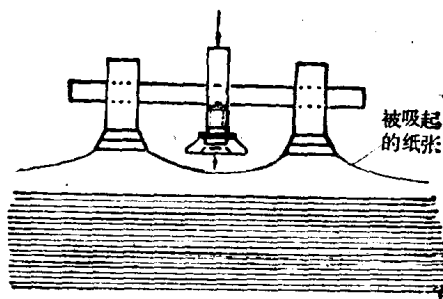

图 3 纸中间呈圆弧状
2. 吹风压脚碰破纸边：两只分纸吸风嘴之间的距离应为 120~150 毫米。吸纸后两只吸风嘴之间的纸边应成一直线状。但是由于纸张因素或其它原因，有时两只吸风嘴吸起的纸张中间不成直线，而成下坠的圆弧状(如图 3)。所以，当吹风压脚下压时，压脚前缘触碰纸边，而将纸边碰碎。